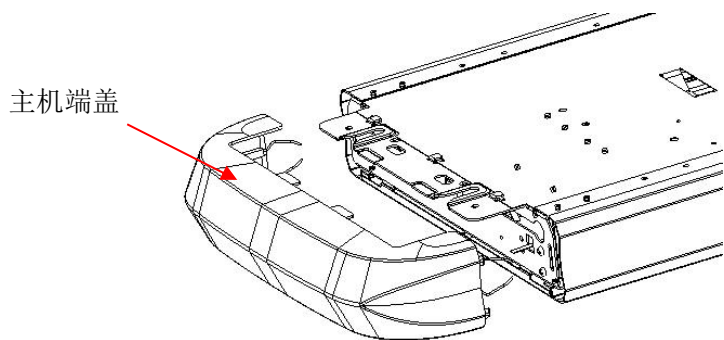
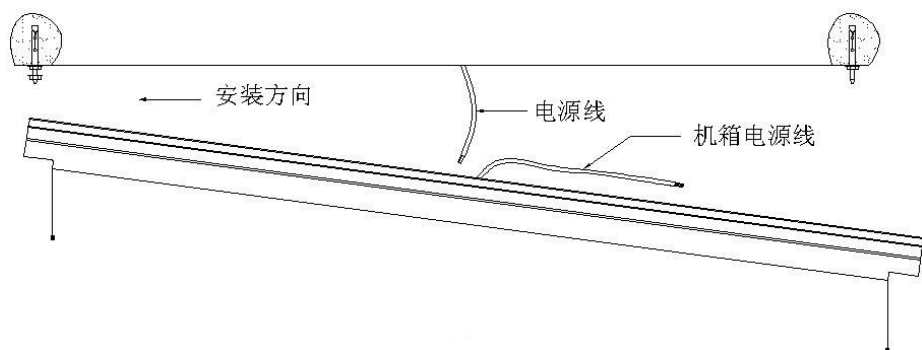

图 7
图 8
5、拆下两端的主机端盖，如图 7 所示。然后小心托起主机，将主机一端插在两个膨胀螺丝的垫片上，接着托起另一端把垫片及螺母装上锁紧，然后，再把第一端的螺母拧紧，如图 8 所示。